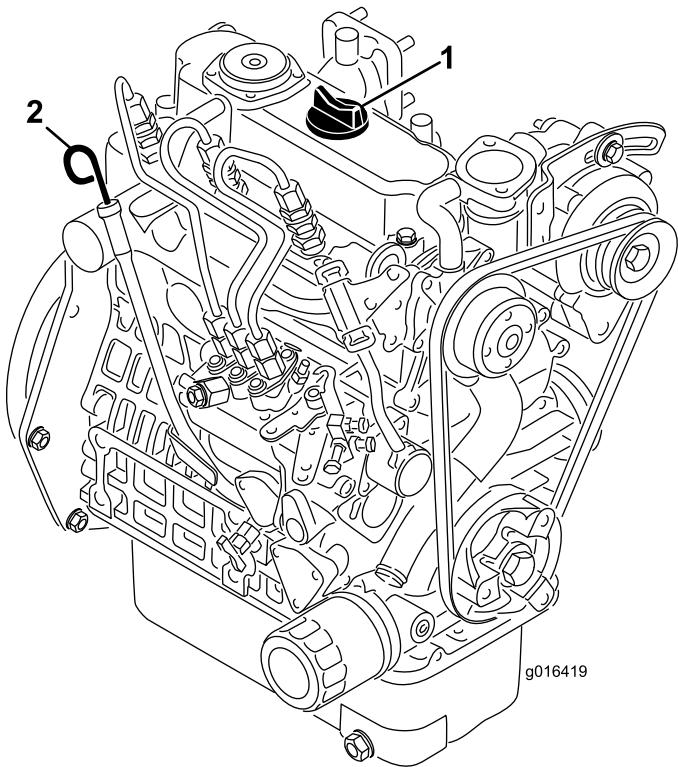

図 22
2. ディップスティックを抜きウェスで一度きれいに拭く(図 22)。ディップスティックを、首の根元までもう一度しっかりと差し込む。首から引き抜いて油量を点検する。油量が足りなければ、バルブカバーについている補給口のキャップを取り、ディップスティックの FULL マークまで **ゆっくり**と補給する。補給するときはディップスティックで確認しながら少量ずつ入れてください**入れすぎないこと。**